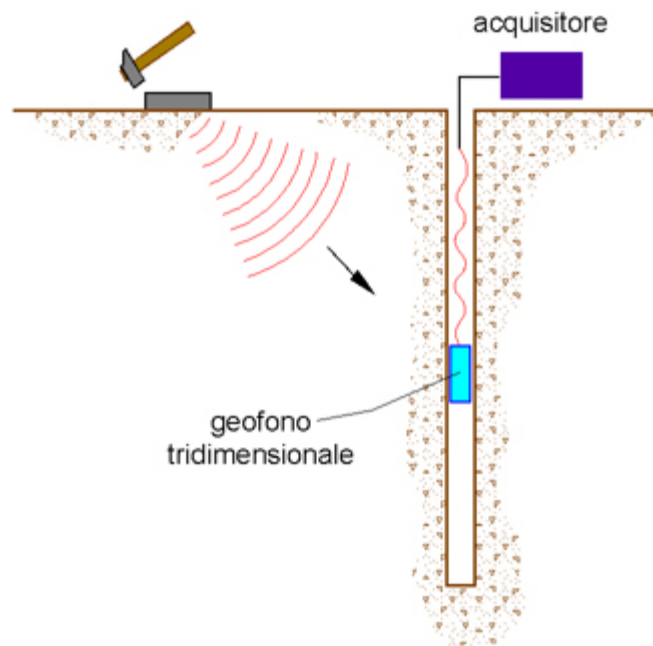

Figura 1 – Schema down hole ad un solo ricevitore
Nel metodo sismico down hole (DH) viene misurato il tempo necessario per le onde P e S di spostarsi tra una sorgente sismica, posta in superficie, e i ricevitori, posti all'interno di un foro di sondaggio (figura 1, 2).